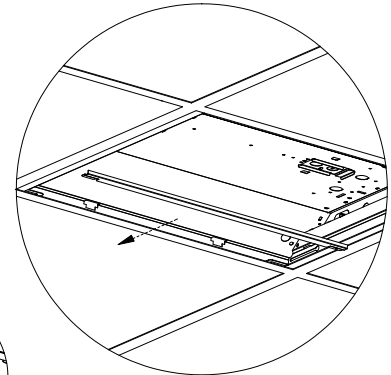

Fig. 3
- 3** Si no está satisfecho con el espacio entre el accesorio y la malla T, puede instalar soportes laterales del panel LED entre el accesorio y la malla T; hay dos pestañas ahí para permitir colocar los soportes laterales en las ranuras de los soportes de extremo. (Fig. 3) Sujete los soportes del panel LED al accesorio existente usando los tornillos autorroscantes #8x1/2" proporcionados. (Fig. 2A)